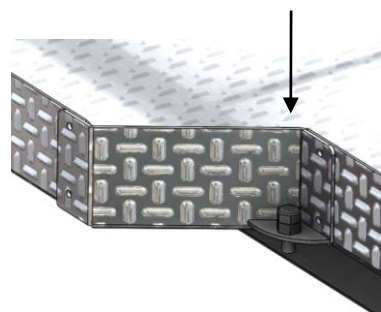

Рис.4
- Отрегулировать резиновые упоры (вывернуть или завернуть рукой) таким образом, чтобы они упирались в закрытый задний борт грузового отсека. Ввернуть болты-ограничители (рис.4). Закрыть задний борт. **ВНИМАНИЕ! Запрещена эксплуатация платформы с открытым задним бортом!**